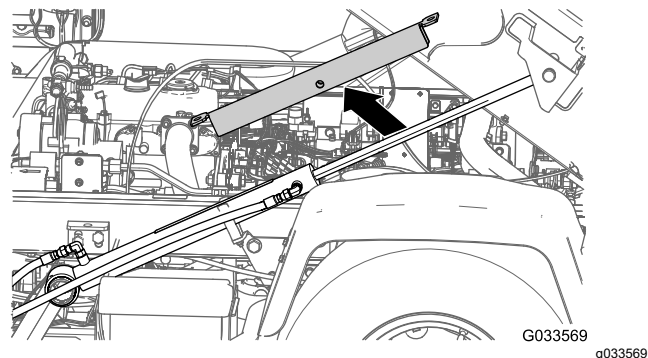
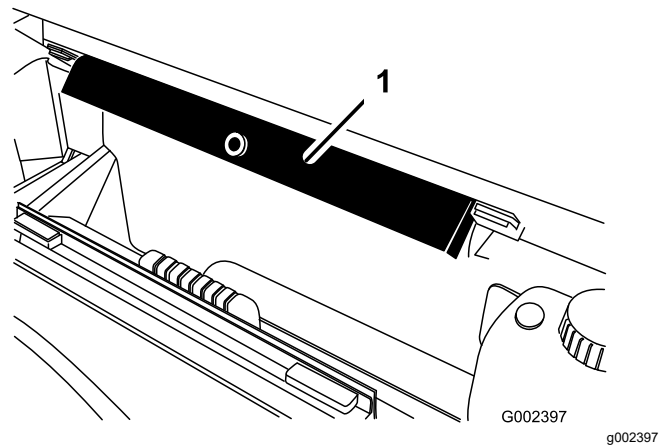

Figura 34
Figura 35
2. Retire el soporte de la plataforma del cilindro de elevación y guarde el soporte en los soportes de almacenamiento en la parte posterior del panel del ROPS (Figura 34 y Figura 35)